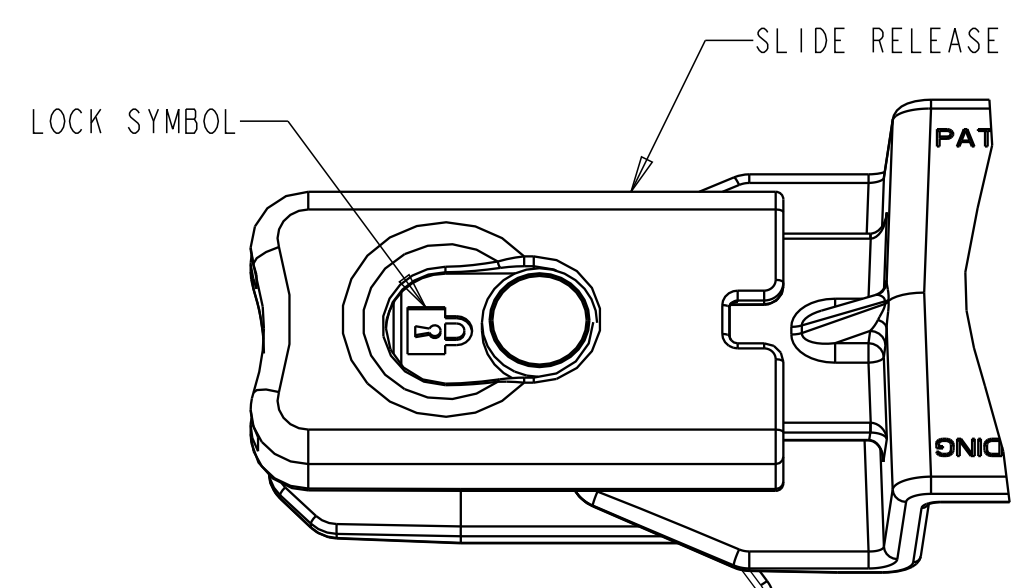
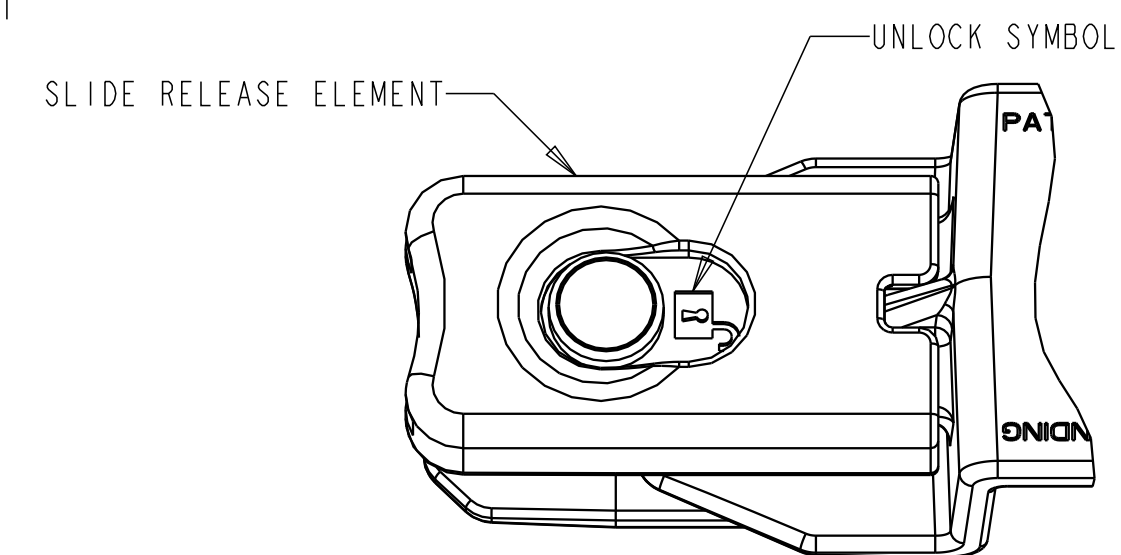
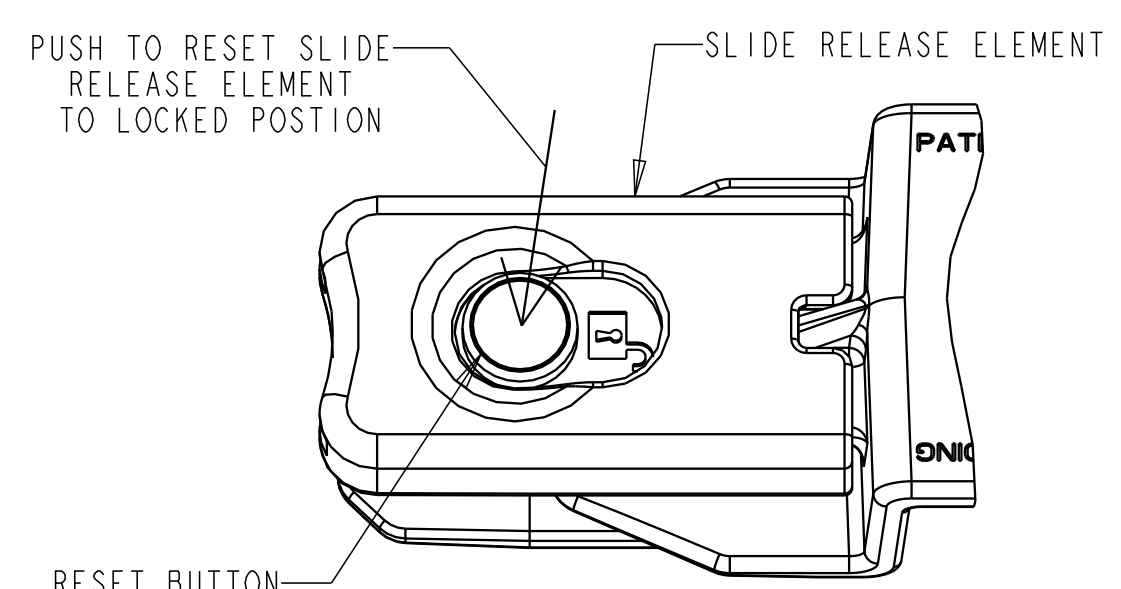
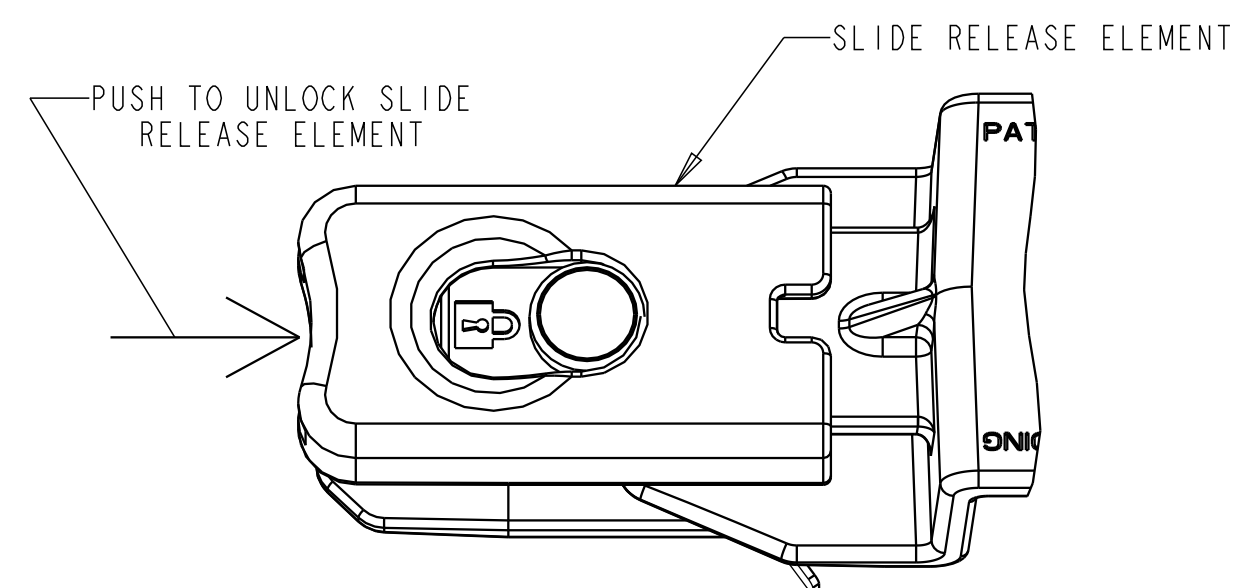

FIGURE 1
FIGURE 2
FIGURE 3
FIGURE 4
1. VERIFY THAT THE SLIDE RELEASE ELEMENTS ARE IN THE LOCKED POSITION (FIGURE 1).
2. IF SLIDE RELEASE ELEMENTS ARE IN THE UNLOCKED POSITION (FIGURE 2) PUSH THE RESET BUTTON (FIGURE 3) TO RELEASE THE SLIDE RELEASE ELEMENTS TO THE LOCKED POSITION (FIGURE 1).
1. PUSH THE SLIDE RELEASE ELEMENTS INWARD (FIGURE 4), ON THE COMPONENT SIDE YOU WANT TO RELEASE, UNTIL IT SNAPS INTO THE UNLOCKED POSITION (FIGURE 2).